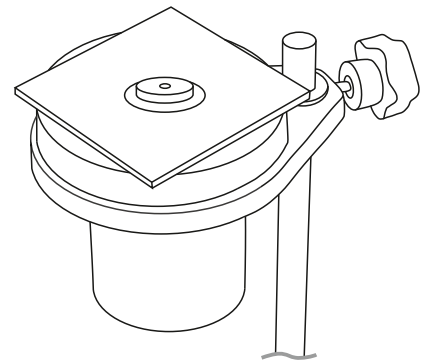

Figura 1
- 1 Coloque la copa en el soporte^a y nivele la copa empleando la placa de vidrio y el nivel de burbuja suministrados con el soporte (Figura 1).